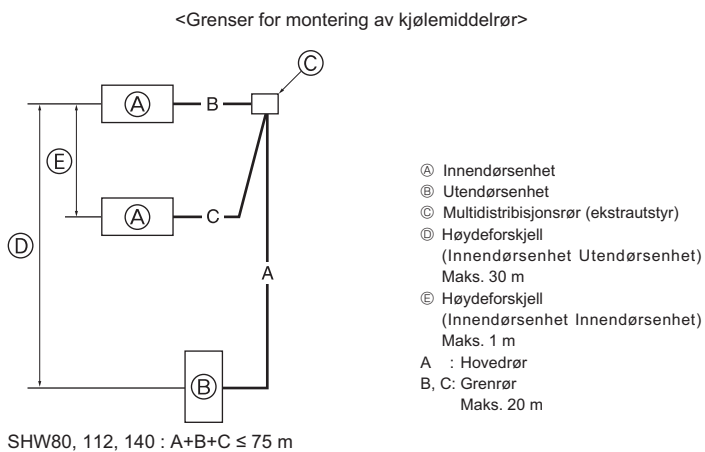

Fig. 4-10
4.8. For dobbelt-/trippel-/kvadrupelkombinasjon (Fig. 4-10)